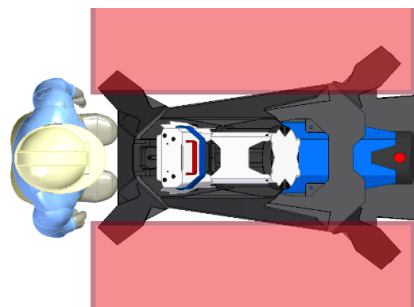

Ilustración 1: Zona de peligro marcada en rojo
- **Mantenga la zona de peligro (Ilustración 1) libre de personas.**